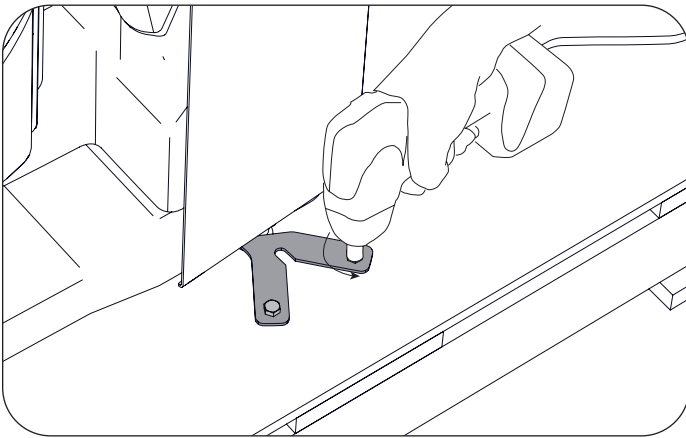

Figura 4. Retire los soportes de envío
4. Retire los 2 a 4 soportes de envío de acero que fijan la mesa al pallet (Figura 4). Los soportes se enganchan en los niveladores de la mesa para sujetar la mesa firmemente en el pallet. Retire los 2 pernos de cada soporte con un cubo o llave de 7/16". Tenga cuidado de no rayar la unidad cuando use el destornillador o gire la llave. Retire los soportes de los niveladores una vez retirados los pernos.